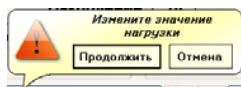

Рисунок 2.23
8) Если в измерительной схеме в качестве нагрузки используется не Магазин нагрузок CA5018, а другой магазин, то на экране появиться сообщение, рекомендуемое изменить значение мощности нагрузки (рисунок 2.23). Следует изменить значение нагрузки и затем щелкнуть по кнопке **Продолжить**.